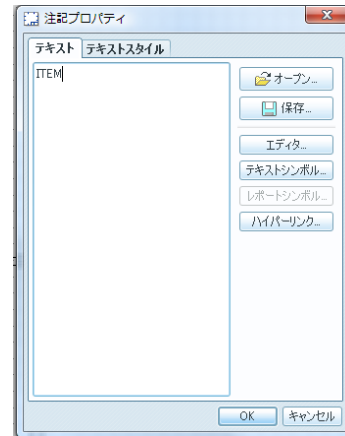
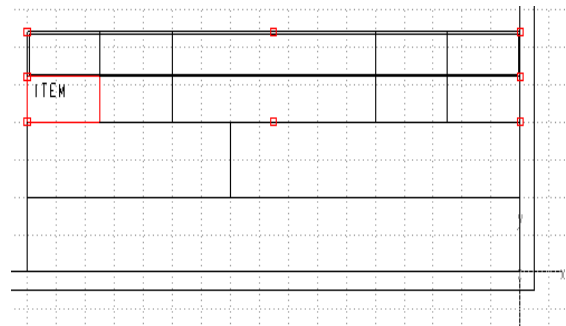

図 12-23 注記 プロパティ
図 12-24 部品表注記
- 4) 部品表のパラメータの項目を定義する。作成したリポート領域「下の行」の左側第一セルをダブルクリックすると注記プロパティメニューが現れる (図 12-23) に示す。項目テキストとして「ITEM」を入力する、OK する。A3 シートのリポート領域における部品表示項目セル (図 12-24) に示す。同様な操作で第 2セルを PT NUM、第 3セルを DESCRIPTION、第 4セルを MATERIAL、第 5セルを QTY と入力する。部品表の項目になる (図 12-25) に示す。